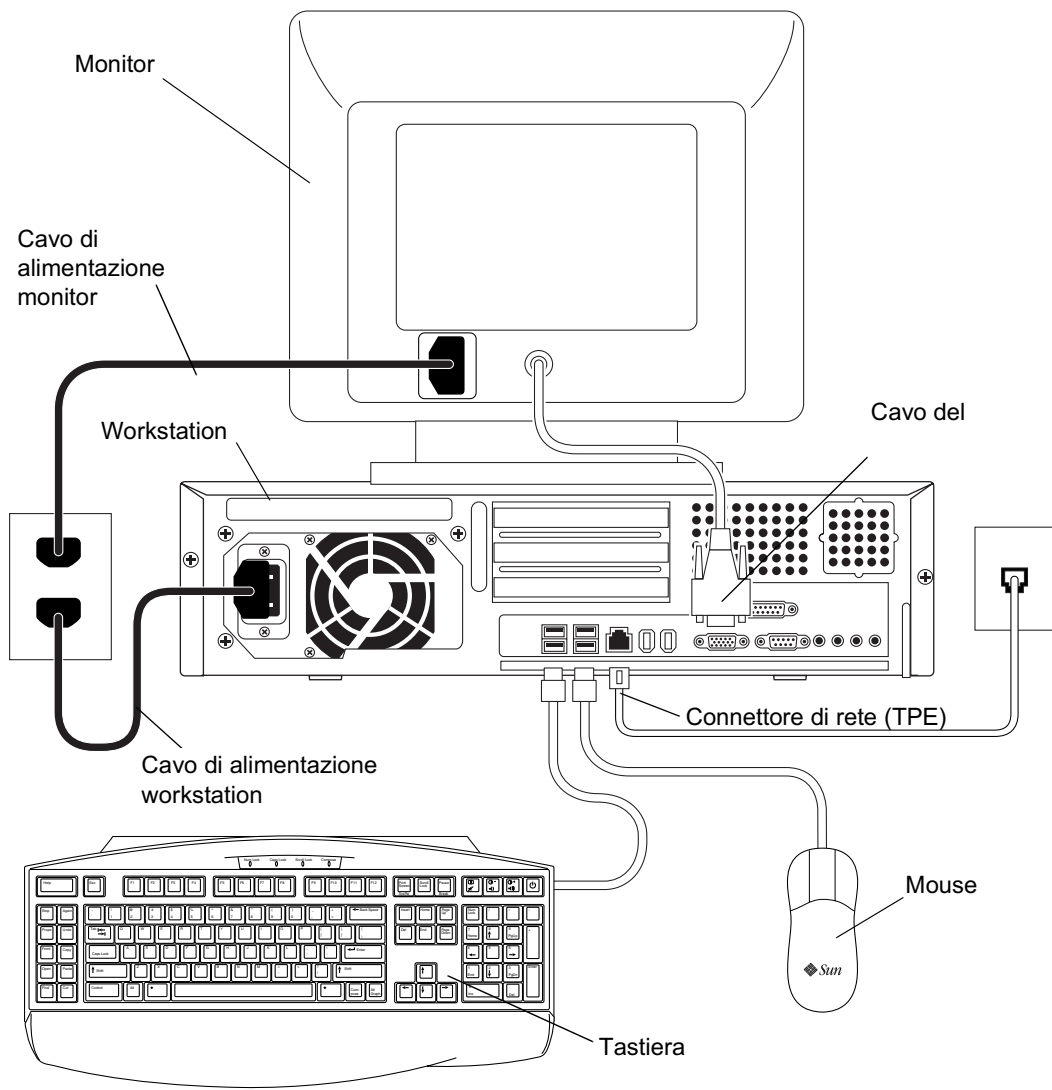

FIGURA 4-2 Scollegamento delle periferiche dalla workstation
1. Scollegare e rimuovere il cavo di alimentazione della workstation (FIGURA 4-2).
- Cavi di alimentazione e di segnale del monitor (FIGURA 4-2)